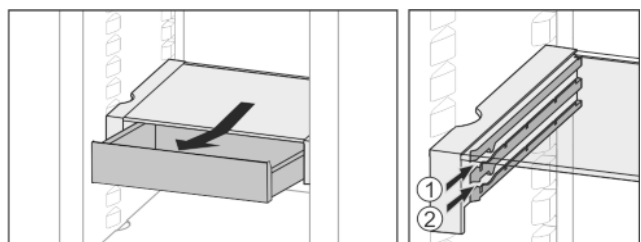

Fig. 21
► In beliebiger Höhe Fig. 21 (1) oder Fig. 21 (2) einschieben.